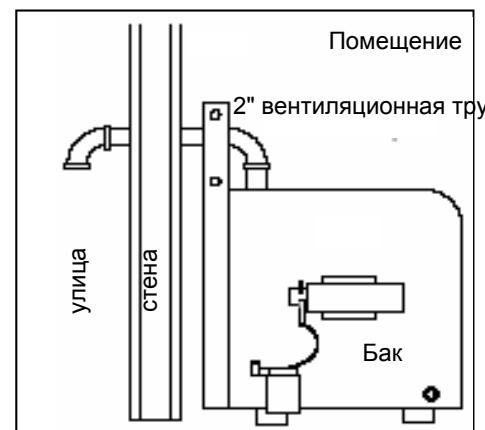

Рис. 3
- После того, как бак установлен на место, возможна установка вентиляционного канала (не входит в комплект поставки). Для данной модели стандартного бака используется труба диаметром 2" с нормальной конической трубной резьбой, проложенная через наружную стену и оканчивающаяся коленом с углом 90°, повернутым вниз. (Рис. 3)